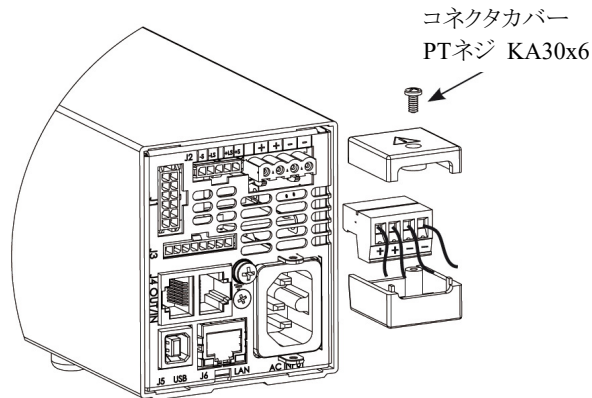

図4-10 コネクタカバーの接続(出力電圧160V~650Vモデル)
3. 図4-10のようにコネクタカバーを取り付け、ネジ(製品に添付されています)で固定してください。